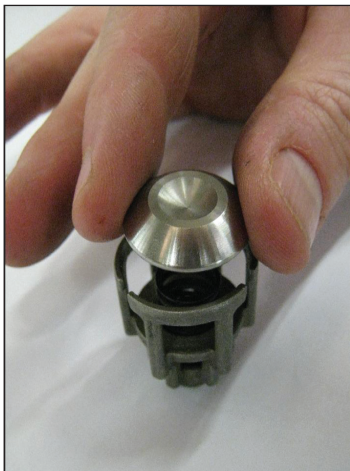
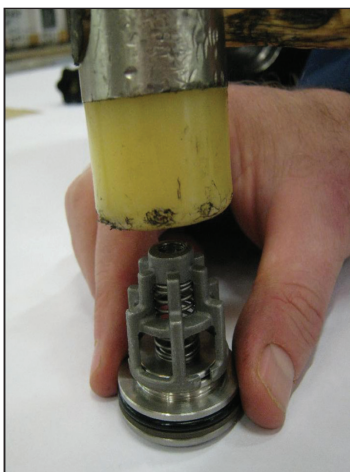

Fig. 26
Fig. 27
- 1 **El ensamblaje de los grupos de válvula de aspiración y envío (Fig. 26, Fig. 27).** En las bombas KT20 y KT22, se recomienda no invertir los muelles de aspiración con aquellos de envío desmontados anteriormente: